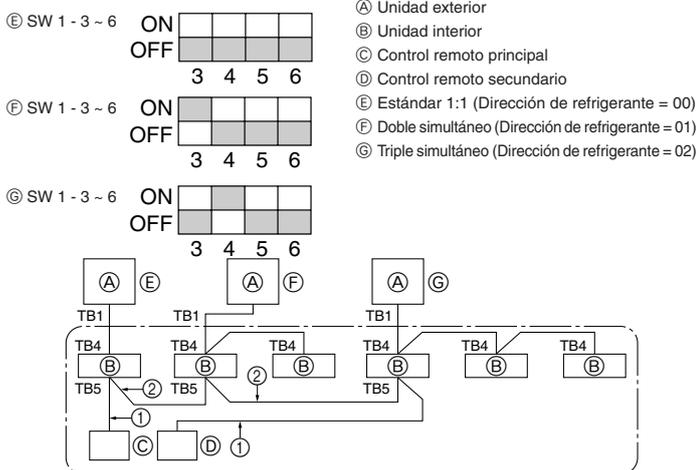

Fig. 10-1
① Fuente de alimentación (disyuntor).
② Después de cerrar la válvula de gas, sitúe el interruptor SWP del cuadro de control de la unidad exterior en posición ON. El compresor (unidad exterior) y los ventiladores (unidad interior y exterior) se ponen en marcha y empieza el proceso de recuperación del refrigerante. Los indicadores LED1 y LED2 del cuadro de control de la unidad exterior están encendidos.
③ Dado que la unidad se para automáticamente al cabo de dos o tres minutos después de terminar el proceso de recuperación del refrigerante (LED1 y LED2 están encendidos), asegúrese de cerrar rápidamente la válvula de parada de gas. Cuando los indicadores LED1 y LED2 estén encendidos y la unidad exterior esté parada, abra completamente la válvula de parada de líquido y repita el paso tres al cabo de ② minutos.
④ Corte la corriente (disyuntor).
10. Sistema de control (Fig. 10-1)